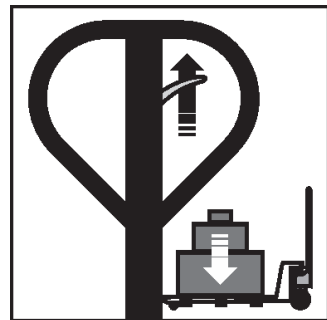

Fig. 9 – Baixando a carga
- c. Posicione a alavanca para cima para baixar a carga, conforme fig. 9.